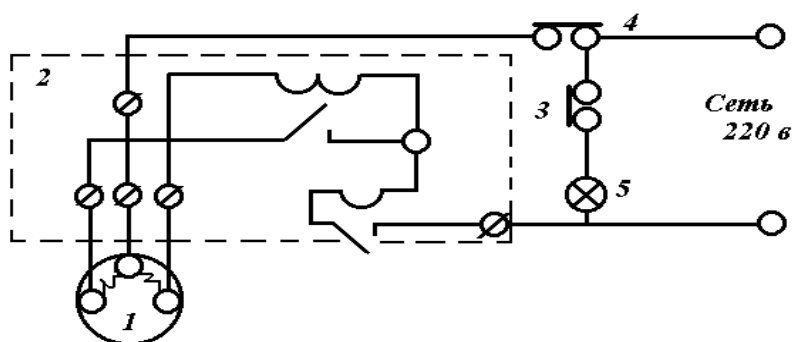

Рис.2 Электрическая схема холодильника «Бирюса-2»:
Наиболее типичная электросхема холодильника (рис.2) состоит из силовой проводки, питающей электродвигатель (1) компрессора, и параллельно включенной осветительной проводки, служащей для освещения холодильной камеры.